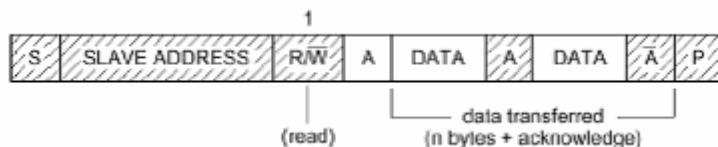

图10-11 传输方向改变
- 传输方向改变。主机发出第一字节，从机响应后，主机变为接收状态，从机变为发送状态，数据的传输方向发生变化，如图 10-11 所示。主机从从机读数据属于这种情况。